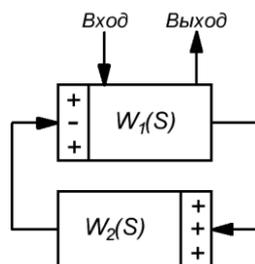

Рис.4.4 Модель САР с типовым регулятором в ветви обратной связи.
3. Реализовать модель объекта регулирования с обратной отрицательной связью и типовым регулятором в ветви обратной связи (рис.4.4).